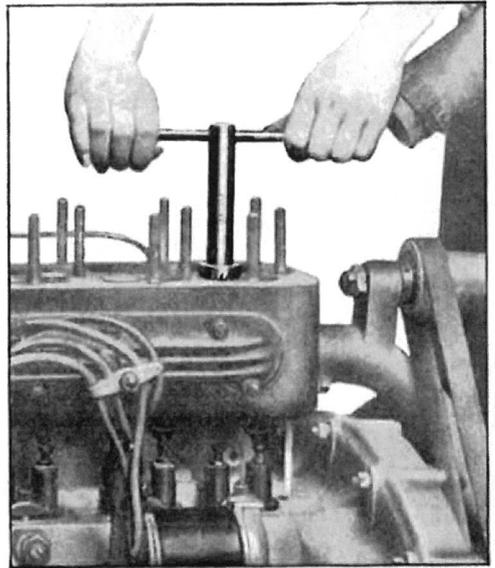

Fig. 7. — Rectification à la fraise d'un siège de soupape.
- 7—Rectifier à la fraise le siège de soupape (fig. 7).